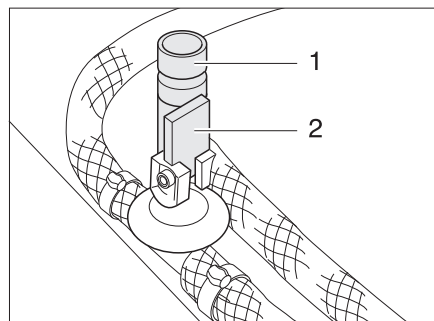

Bild 122 Ablasshähne für Truma Boiler
- Alle Ablasshähne für den Boiler schließen. Dazu den Kipphebel (Bild 122,2) waagrecht stellen bzw. die Kappe (Bild 122,1) im Uhrzeigersinn drehen.
- Alle Ablasshähne für den Boiler öffnen. Dazu den Kipphebel (Bild 122,2) senkrecht stellen bzw. die Kappe (Bild 122,1) entgegen dem Uhrzeigersinn drehen.